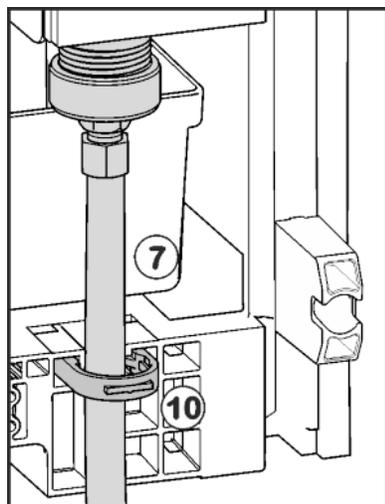

Fig. 19
- ▶ Fixer la conduite d'eau Fig. 19 (7) à l'aide de l'étrier d'arrêt Fig. 19 (10) à la structure le cas échéant. Avant l'installation dans la niche du meuble :